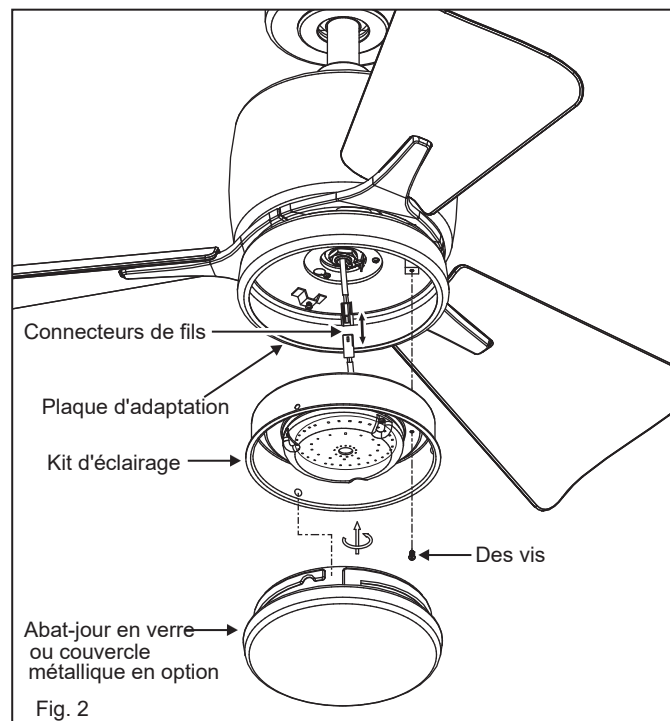

Fig. 2
- 3 Fixez l'ensemble de lame au moteur avec les vis fournies et les rondelles de blocage. Répétez la procédure pour les lames restantes (Fig. 2). Assurez-vous que les vis sont bien serrées ! Les vis du moteur desserrées peuvent contribuer à un bourdonnement inutile pendant le fonctionnement.
- 4 Retirez l'une des trois vis de la plaque d'adaptation située sur le moteur du ventilateur. Desserrez les 2 autres vis. (Ne pas retirer) (Fig. 2)
- 5 Tout en maintenant le kit d'éclairage LED sous votre ventilateur, effectuez les connexions à fiche polarisées : (Fig. 2)